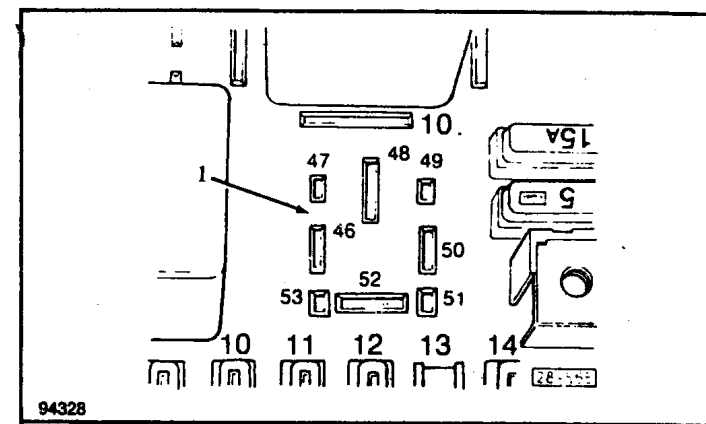
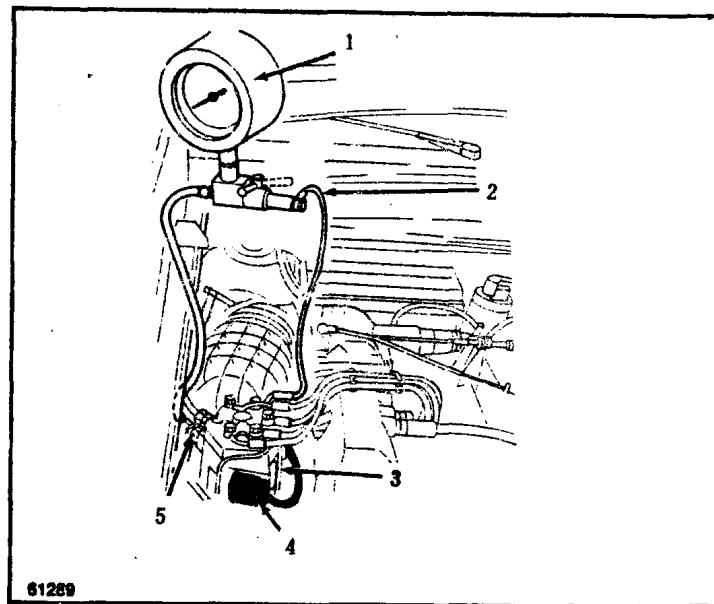

图 1-12 检查油泵继电器线路 (电子燃油喷射数字控制系统)
图 1-13 检查燃油喷油系统压力
1) 用专用连接器把压力计(VW1318)连接在燃油分配器与冷启动喷油阀之间的管道上,并检查燃油分配器下舱室上的出入口接头(参见图1-13),检查时用螺纹插塞塞紧出入口,然后用跨接开关(us 4880/3)跨接油泵继电器。油泵继电器线端技术参数可以参见图1-12。
1) 从继电器板上拆下油泵继电器, 并打开点火开关, 当继电器 46 号线与搭铁线连在一起时, 测试灯应该亮。见图 1-12。
1) 拆下冷启动喷油阀上的油管 (见图 1-13), 并拆下燃油分配器下舱室上的测试塞, 然后把压力计 (VW1318) 连接在冷启动喷油阀上的油管与分配器下舱室之间。见图 1-13。
1) 把压力计 (VW1318) 连接在冷起动喷油阀上的油管与燃油分配器下舱室之间 (见图 1-13), 并打开压力计上的阀门, 然后, 并使其运转至少半分钟。